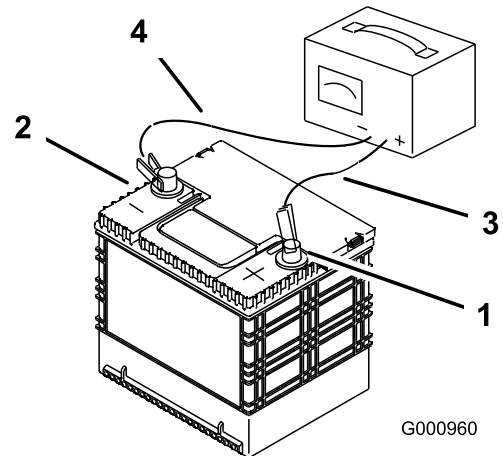

Figura 49
2. Quando a bateria estiver totalmente carregada, desligue o carregador da tomada elétrica e em seguida desligue os cabos do carregador dos bornes da bateria (Figura 49).